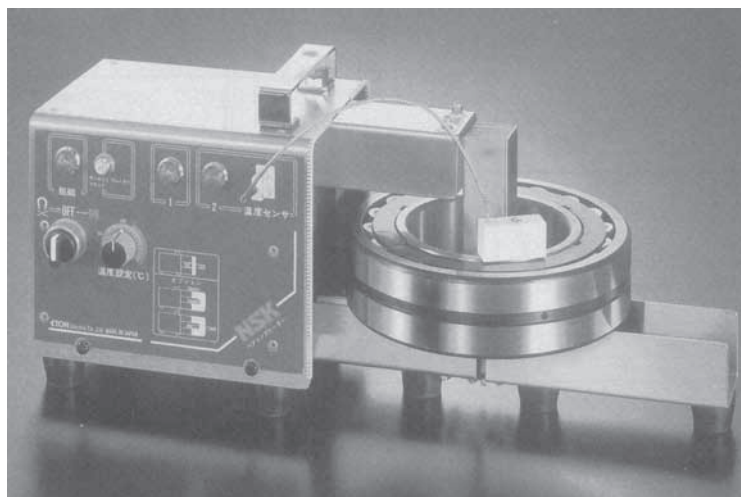

Рис. 6.6 Нагреватель подшипника NSK
- 2) С применением нагревателя подшипника (горячая посадка) (рис. 6.6)